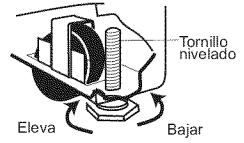

Figura 1.
- Si el refrigerador tiene únicamente tornillos niveladores, vea la figura 1. Conserve los 2 tornillos que sujetan la base al refrigerador. Estos son los tornillos niveladores.